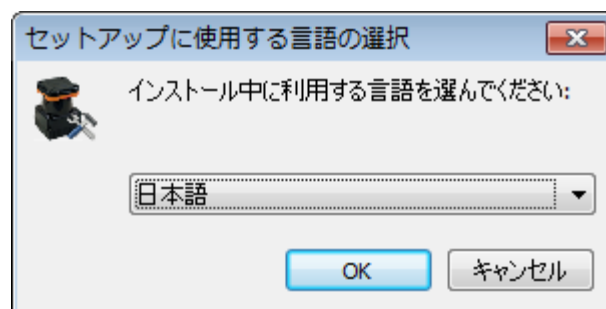

図 2-2 インストーラの言語選択画面
4. 図 2-2 の「次へ」をクリックすると、「UrgBenri Lite」の各種情報について記載した画面が表示されます。内容に特に問題がなければ、「次へ」をクリックしてください。